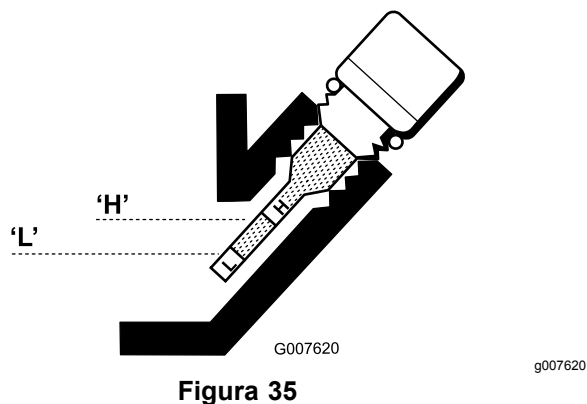

Figura 35
5. Tergete l'asta indicatrice del livello dell'olio ed inseritela nel foro di riempimento. Non avvitate l'asta nel foro. Rimuovetela e controllate il livello dell'olio. Se il livello è basso, rabboccate soltanto fino a raggiungere la posizione intermedia tra H e L sull'asta di livello (Figura 35). Controllate il livello dell'olio. Non riempite troppo.